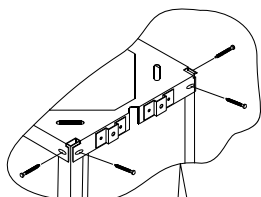
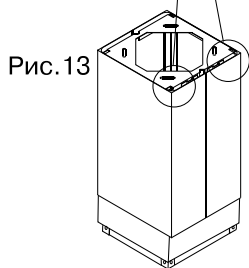

Рис.13.1
Рис.13
5. Поднимите собранную конструкцию вверх. Заведите уголки установочного каркаса в соответствующие прорезы потолочной крепежной пластины (см. рис. 12, рис. 12.1, рис. 12.2, рис. 12.3). Прикрепите уголки установочного каркаса к потолочной крепежной пластине (см. рис. 13, рис. 13.1). Выполнять перечисленные в этом пункте операции необходимо, как минимум, вдвоем.